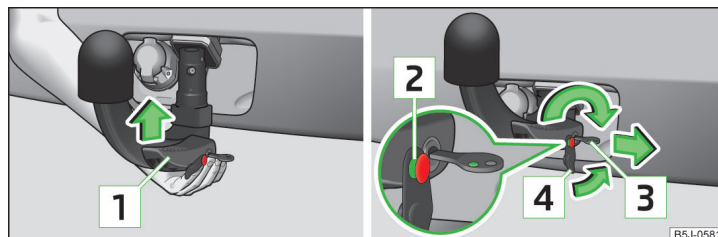

Fig. 120 Introducerea tijei cuplei / încuierea și așezarea capacului încuietorii
- Prindeți tija cuplei **de jos** » fig. 120 și introduceți-o în locașul de fixare până când se fixează cu zgomot » **!**.
Maneta **1** » fig. 120 se rotește **automat** în sus, iar bolțul de desfacere **2** iese în exterior (atât partea lui roșie, cât și cea verde sunt vizibile) » **!**.
- Introduceți capacul **4** » fig. 120 pe încuietorie, în sensul săgeții » **!**.